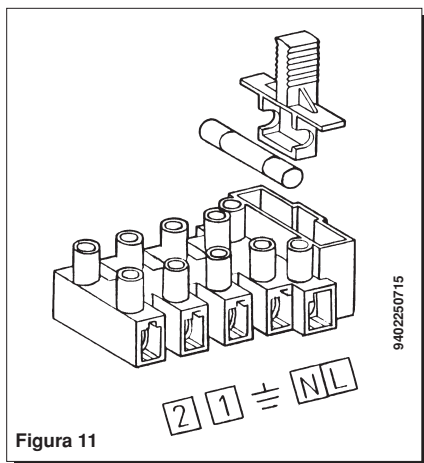

Figura 11
- chegar ao quadro dos terminais de alimentação (figura 11) como descrito no capítulo precedente);
- tirar a ligação em ponte presente nos terminais (1) e (2);